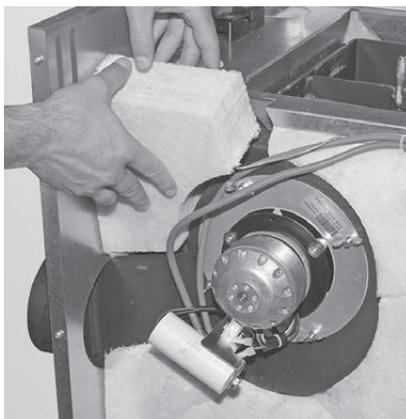

Fig. 42 Applicare l'isolamento (incluso, posto di lato sotto il ventilatore gas combustibili)
- ▶ Infilare l'isolamento (incluso, posto di lato sotto il ventilatore gas combustibili) in alto in corrispondenza del bocchettone dei gas combustibili – Fig. 42.